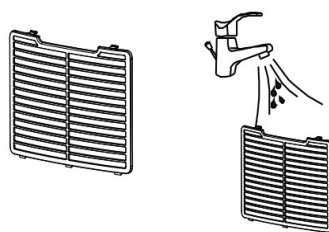
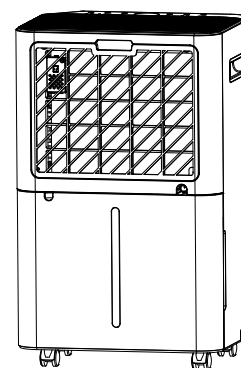

Fig. 2
Fig. 3
2. Pulire delicatamente il filtro con un aspirapolvere per rimuovere la polvere. Se necessario, lavare il filtro con acqua insaponata tiepida **NON USARE ALCOOL, BENZENE O ALTRI PRODOTTI AGGRESSIVI** (Fig. 2). Lasciare asciugare naturalmente il filtro, quindi inserirlo di nuovo nel suo alloggiamento (Fig. 3). Non usare phon per capelli o fuoco per asciugare il filtro.